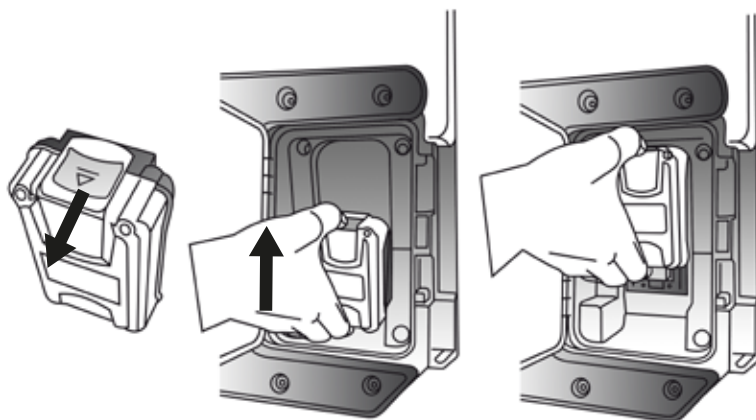

Figura 3
Para recarregar as baterias, retire a compartimento, pressionando a alavanca e movendo a trava da bateria ref. 9030 (ver Figura 3).